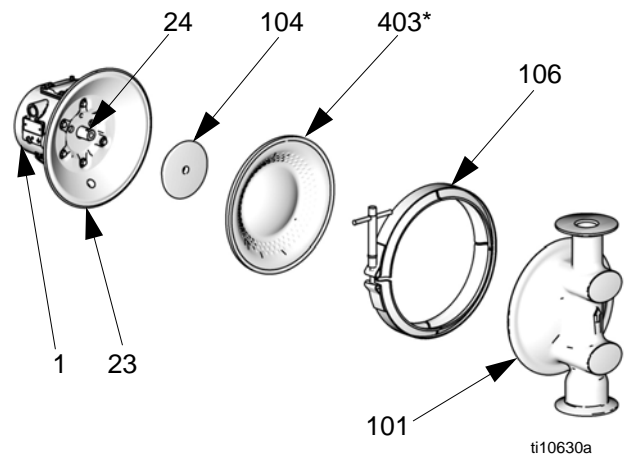

FIG. 12
3. Retirez les colliers (106) maintenant les capots à fluide (101) sur les capots d'air (23). Retirez les capots à fluide (101) de la pompe. Voir FIG. 12.
5. Les membranes sont montées et serrées à la main. Pour le desserrage, saisissez fermement les deux membranes à côté du bord extérieur et tournez dans le sens inverse des aiguilles d'une montre. Un ensemble de membrane va se débloquer et le second restera attaché à l'axe. Retirez la membrane libérée (403) et le plateau côté air (104).
6. Sortez l'ensemble de membrane opposé et l'axe (24) du boîtier central (1). Maintenez les parties plates de l'axe à l'aide d'une clé plate de 19 mm et retirez la membrane et le plateau côté air de l'axe.
7. Recherchez des traces éventuelles d'usure ou de rayures sur l'axe de membrane (24). S'il est endommagé, vérifiez les coussinets (19) en place. Si les coussinets sont endommagés, consultez la page 26.
8. Introduisez une pointe pour joint torique dans le boîtier central (1), accrochez les joints en coupelle (402) et sortez-les du boîtier. Cette opération peut se faire avec les coussinets (19) en place.